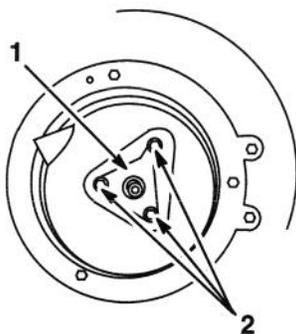

Figure 35
5. Retirer les boulons fixant l'échappement et le support du vilebrequin (Fig. 35).